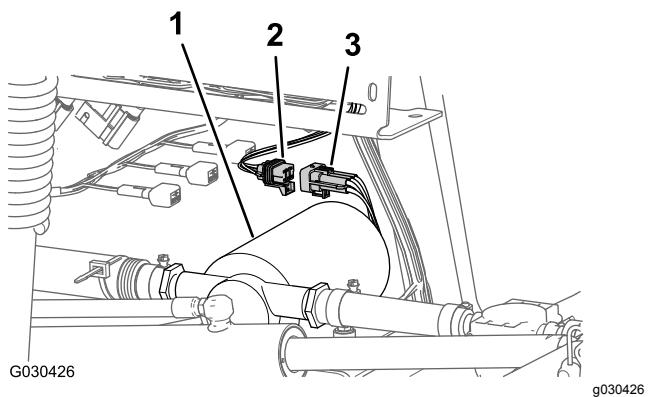

図 6
2. 後メインハーネスの6ソケットコネクタから、すすぎポンプハーネスの6ピンコネクタを取り外す図 6。